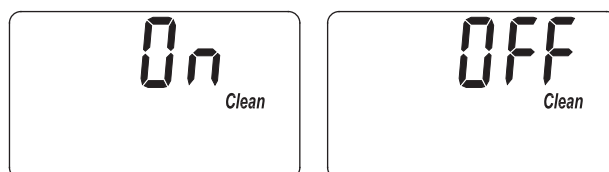

FIG. 27
1. Mantenga oprimido el botón PROGRAM (Programar) hasta que aparezca la pantalla que se indica en la Fig. 25. Cuando ello ocurra, oprima dos veces el botón PROGRAM (Programar) y aparecerá una de las dos pantallas que se indican en la Fig. 27.